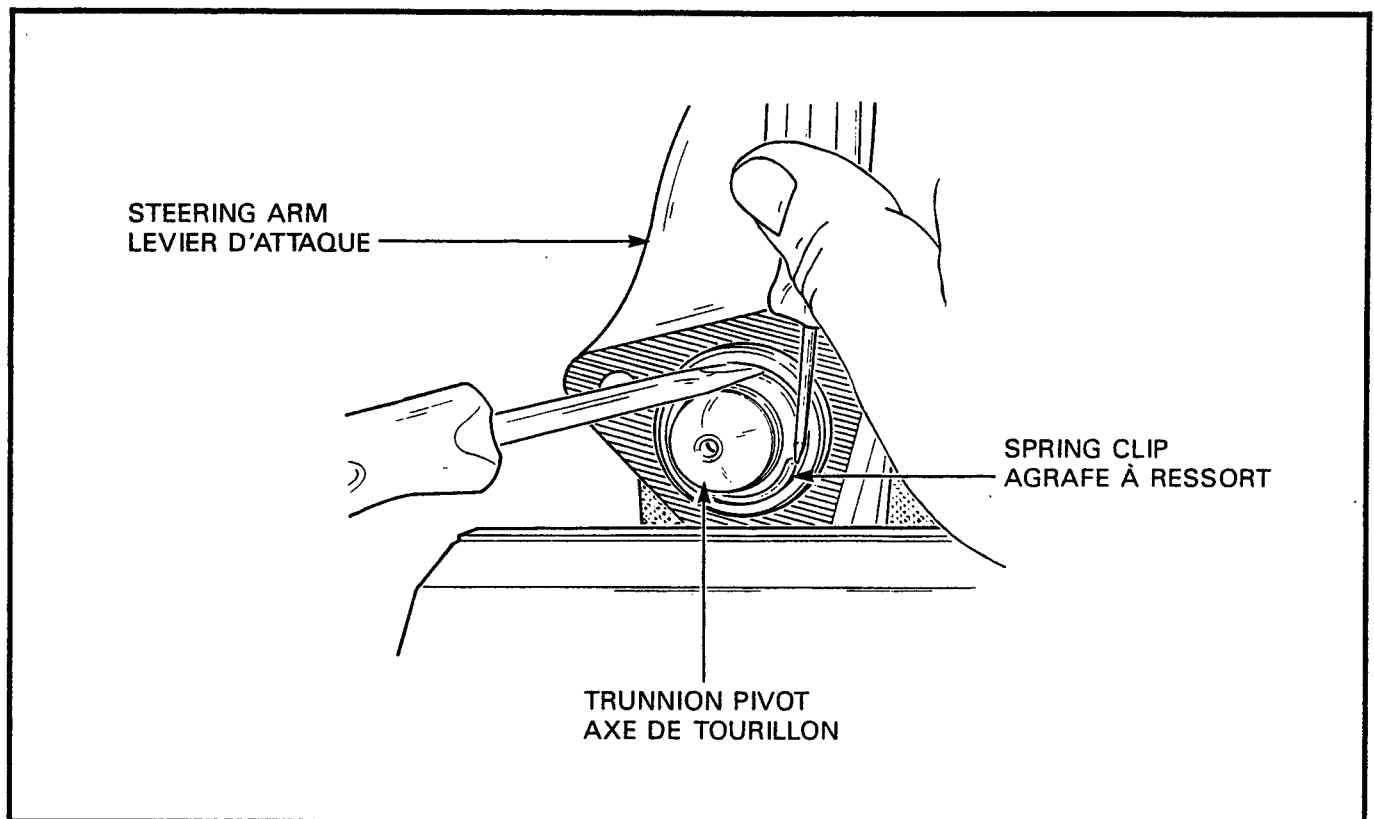

Figure 3-4-9 Removal of Spring Clip from Trunnion
n. Using a fibre-head hammer, tap the steering arm free of the hub carrier and remove the trunnion cup from the carrier housing. A new cup must be installed during assembly. p. Disassemble and assemble the steering arm: (1) Remove the "O" ring from the spring trunnion. (2) Using a soft-jawed vise, press together the steering arm and spring trunnion so that more of the end of the trunnion pivot is exposed and pry the spring clip from the arm, see Figure 3-4-9. (3) Clamp the spring trunnion in the vise with the steering arm uppermost and pull the steering arm from the trunnion.	n. Au moyen d'un marteau à embout de fibre, libérer le levier d'attaque du support de moyeu et enlever le capuchon d'axe du logement du support. Installer un nouveau capuchon lors du remontage. p. Démonter et remonter le levier d'attaque: (1) Enlever le joint torique du tourillon à ressort. (2) Au moyen d'un étau à mordaches de métal mou, resserrer le levier d'attaque contre le tourillon à ressort pour exposer au maximum l'extrémité du tourillon, et forcer l'agrafe à ressort hors de l'axe. Voir figure 3-4-9. (3) Serrer le tourillon à ressort dans l'étau en plaçant le levier d'attaque sur le dessus, et enlever le levier d'attaque du tourillon.